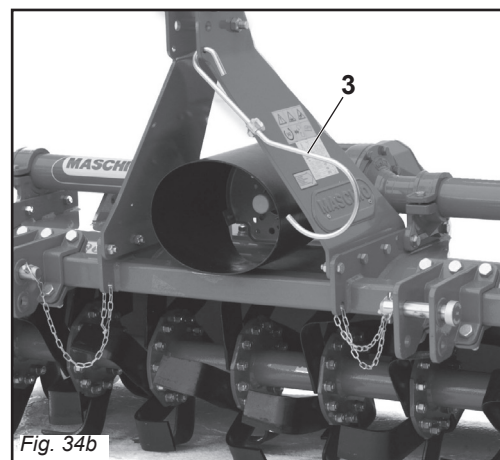

Fig. 34b
- 3) *Die Gelenkwelle mit ihrem Träger abstützen (3 Abb. 34b).*
- 3) Soportar el árbol Cardán con el relativo sostén (3 Fig. 34b).